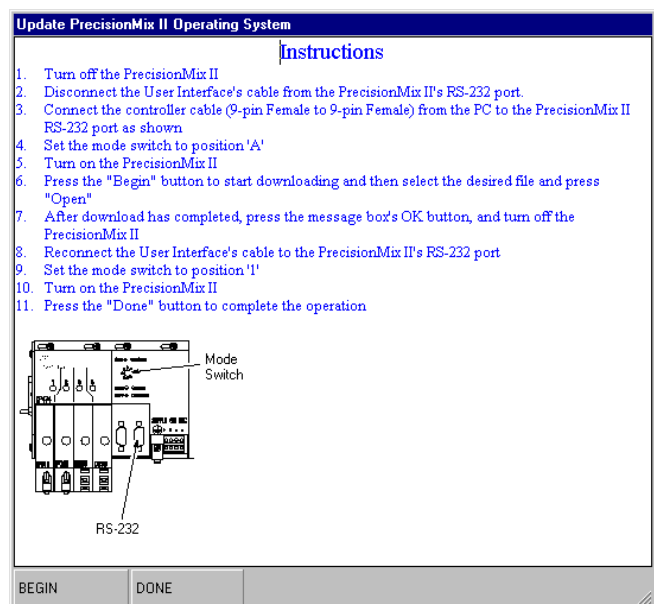

Fig. 13.27
- Apriete el botón DONE para cerrar la ventana de instrucciones. Vea la Fig. 13.27.